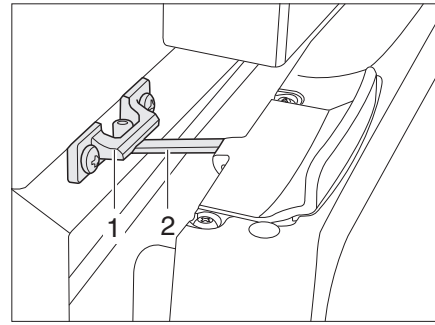

Bild 253 Kühlschranktür in Lüftungsstellung (Thetford)
■ Verriegelung (Bild 253,2) aufklappen und in der Verriegelungsaufnahme (Bild 253,1) einrasten. Die Kühlschranktür bleibt damit leicht geöffnet.